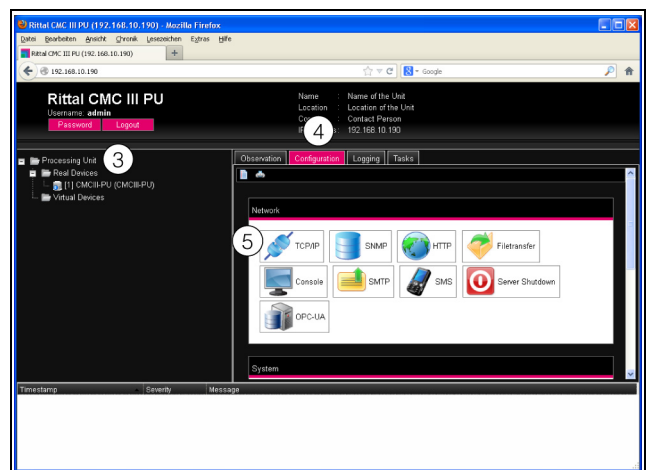

Рис. 13: Настройка подключения TCP/IP
Откроется главная страница прибора (рис. 13).
- В левой части главной страницы (область навигации) нажмите на элемент **Processing Unit** (Рис. 13, поз. 3) и в правой части страницы (область конфигурирования) на вкладке **Configuration** (Рис. 13, поз. 4).
- В группе элементов **Network** нажмите на элементе **TCP/IP** (рис. 13, поз. 5).